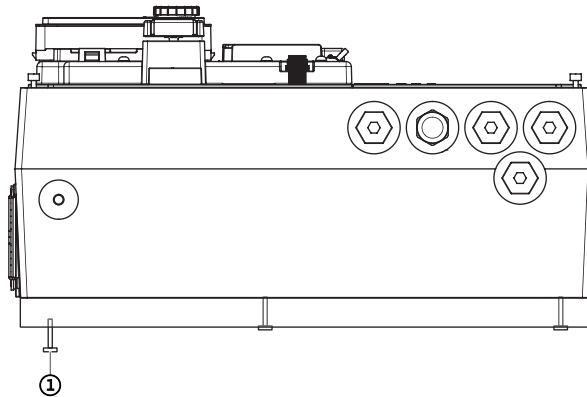

Fig. 116: Λασκάρισμα κουτιού ακροδεκτών
6. Ξεσφίξτε τις βίδες του κουτιού ακροδεκτών στην κάτω πλευρά της ηλεκτρονικής μονάδας (Fig. 116, θέση 1).